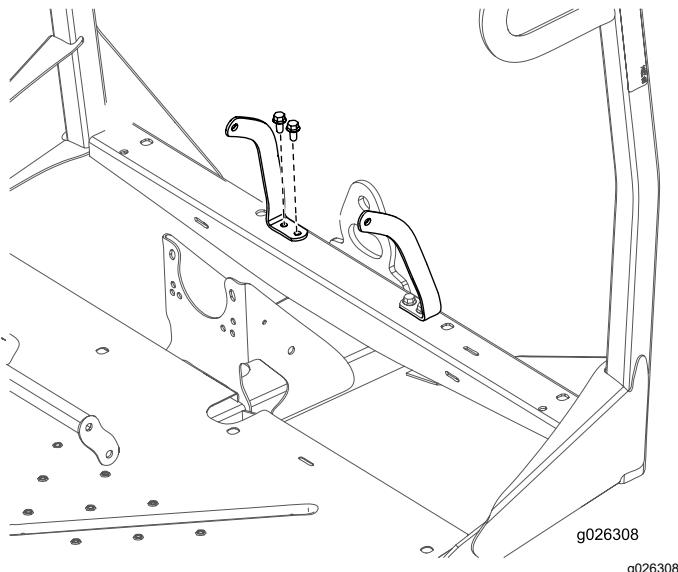

Figura 9
5. Sujete los anclajes de ambos cinturones de seguridad al bastidor delantero con 4 pernos (3/8" x 3/4") y 4 tuercas (3/8"), como se muestra en la Figura 9.